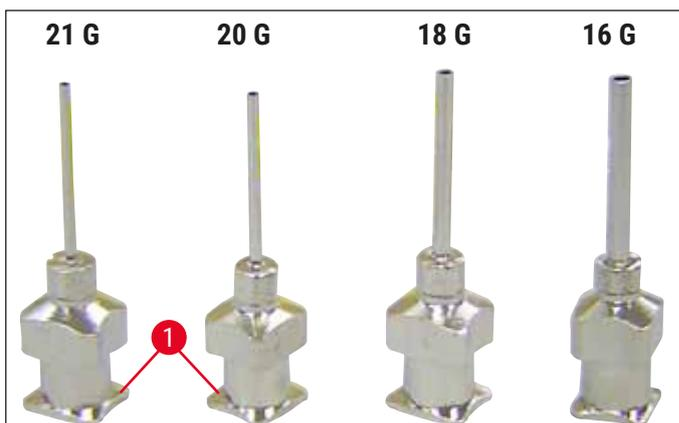

Рис. 14
- Выберите иглу дозатора для использования при заключении срезов из комплекта поставки (→ Рис. 14).